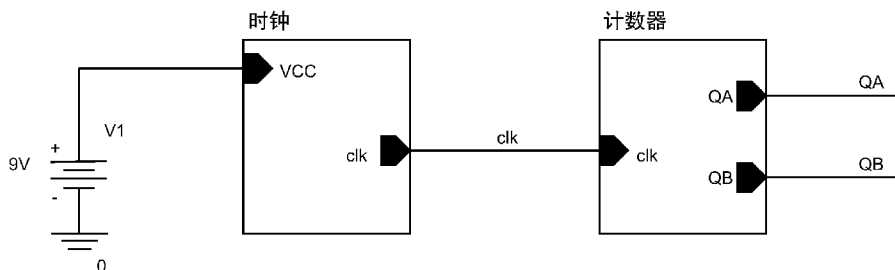

图 22.15 Test \_ Clock > Digital Counter 原理图
8. 在 Test \_ Clock 项目管理器中打开 Digital Counter 原理图，如图 22.15 所示。